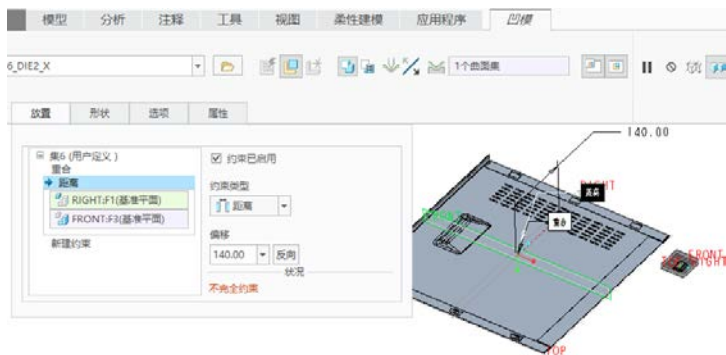

图 6-50 指定第二组约束及其参考、参数
(5) 在“放置”面板中,单击“新建约束”,从“约束类型”下拉列表框中选择“距离”约束类型,在参考模型中选择 RIGHT 基准平面,在侧板中选择 FRONT 基准平面,在“偏移”框中输入“140”。如图 6-50 所示。